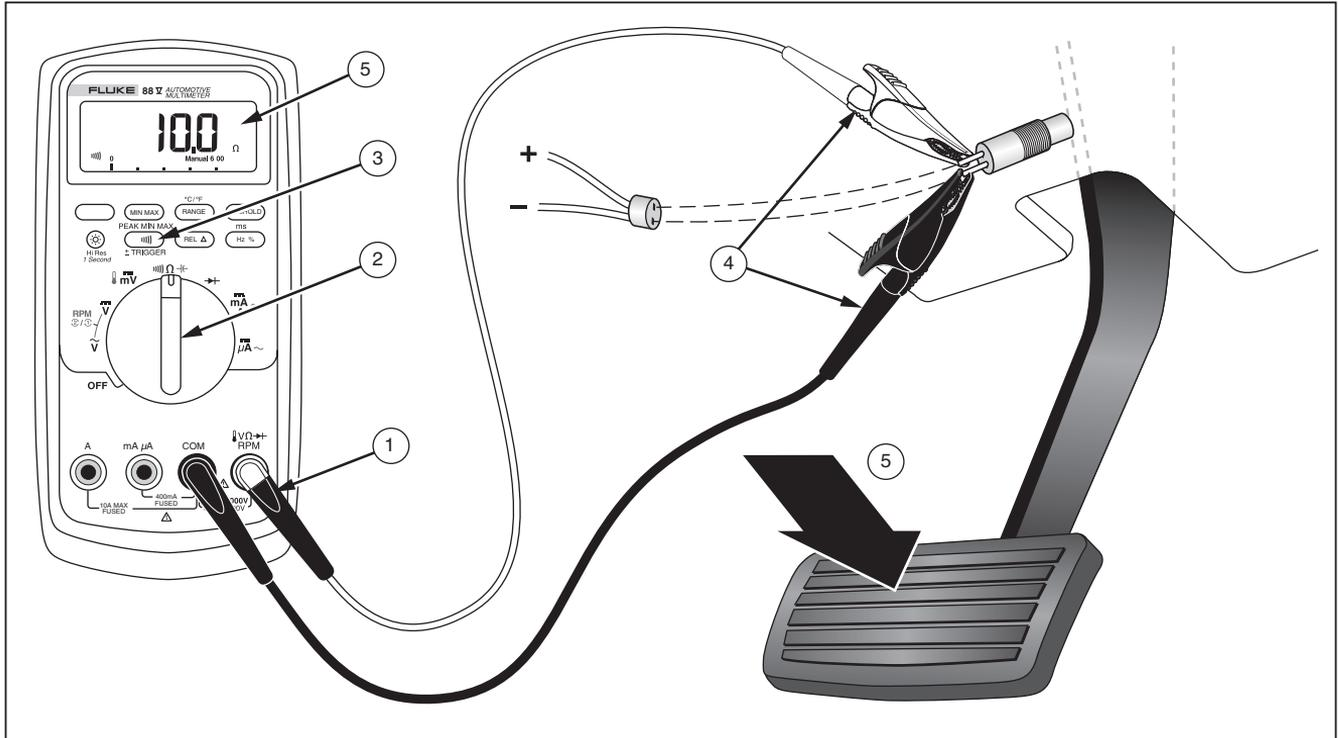

Abbildung 19. Prüfen der Kontinuität in einem Schalter
1. Die Messleitungen gemäß Abbildung 19 in die Eingangsanschlüsse einführen.